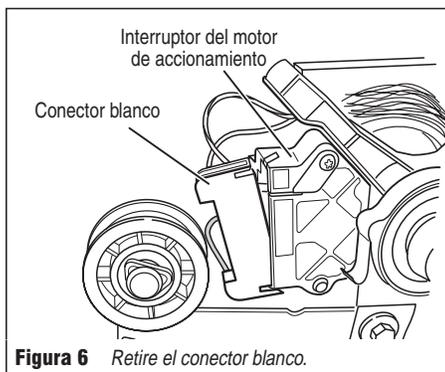

Figura 6 Retire el conector blanco.
5. Retire el conector blanco del interruptor del motor de accionamiento. Vea la figura 6.